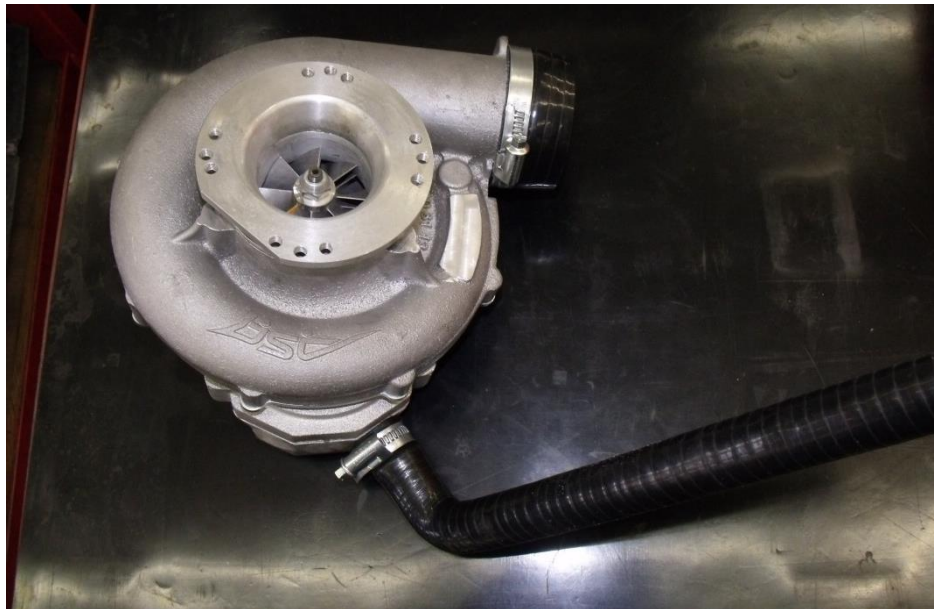

Abbildung 23: Flanschposition am Kompressor inkl. Verschlauchung
- a) Den O-Ring (Abb. 23 Pos.3) mit Fett benetzen und in die Nut der Welle des eingebauten Kompressors einlegen
- b) Die Konusschraube (Abb. 23 Pos. 1) in die Riemenscheibe (Pos.2) einstecken. Die Konusflächen von Welle und Riemenscheibe müssen sauber, fett- und ölfrei sein.